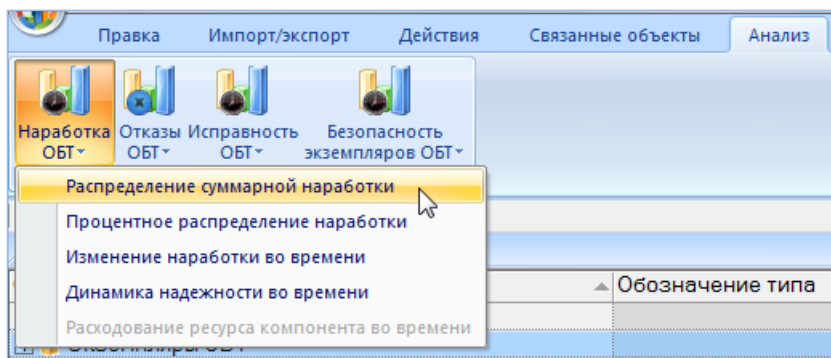

Рис. 25-32 – Выбор диаграммы по наработке
- 3) Нажать кнопку «Наработка ФИ» панели «Диаграммы» на вкладке «Анализ» и выбрать пункт «Распределение суммарной наработки» (рис. 25-32).